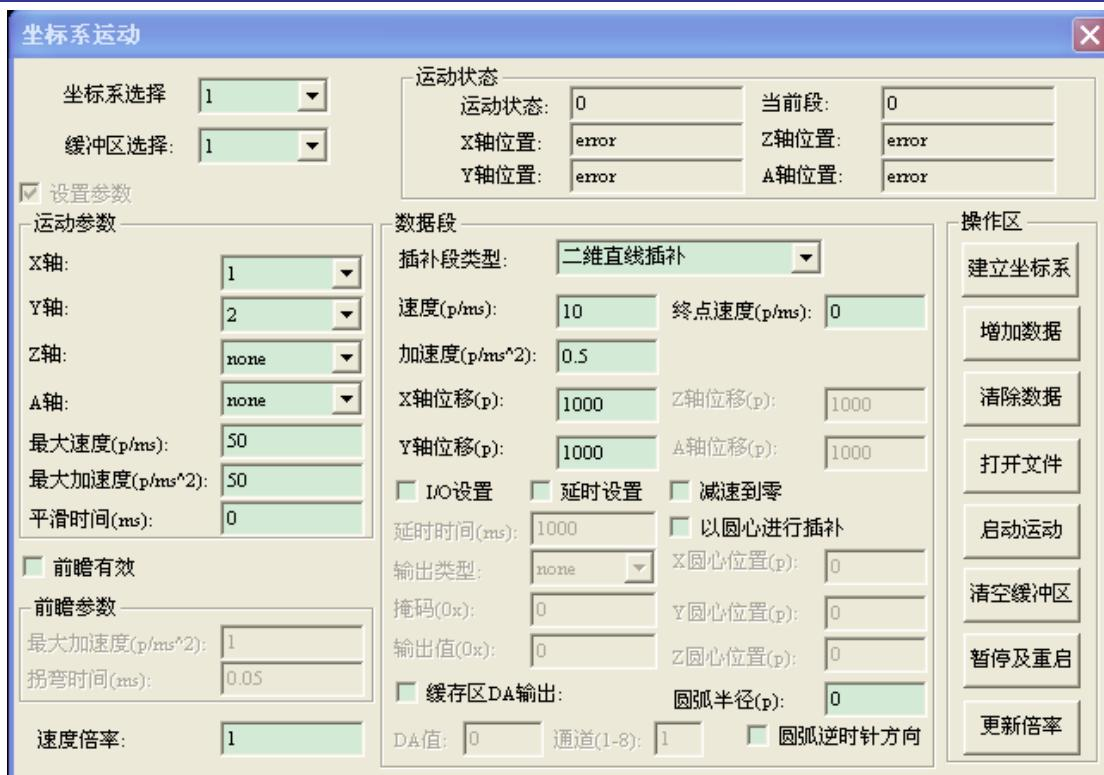

图 4-16 插补运动模块对话框
- (1) 请确认控制器与端子板、端子板与驱动器之间已正确可靠地连接。
- (2) 请确认控制器第一、二轴轴状态正常，并且伺服使能两轴。（无报警、无限位、已经伺服使能）。
- (3) 点击主界面菜单“视图”>“插补运动”，将会弹出插补运动模块对话框，如图 4-16 所示。